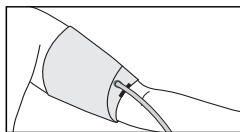

Рис. 11
6. Если рука полная и имеет выраженную конусность, то рекомендуется надевать манжету по спирали (рис. 11).